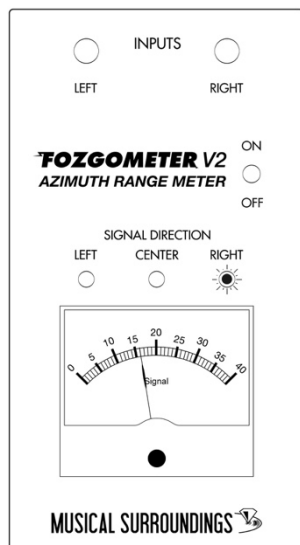

Figure 5, Right 16
3. Spielen Sie Track 3 auf Test LP, die rechte Signalanzeige sollte leuchten. Beobachten Sie den Messwert wie in Abbildung 5 zu sehen.